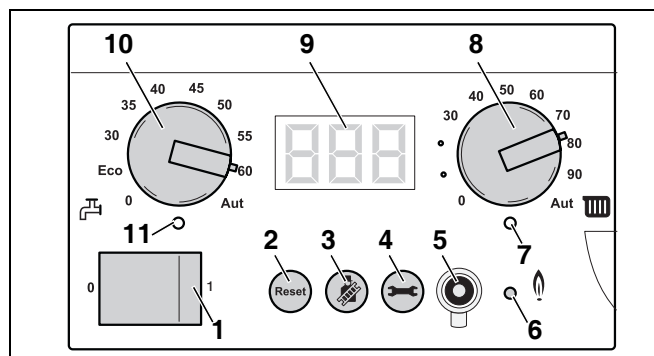

Рис. 60 BC10
- Повернуть ручку установки максимальной температуры котловой воды (рис. 60, поз. 8) и ручку установки температуры горячей воды (рис. 60, поз. 10) влево в положение "0".